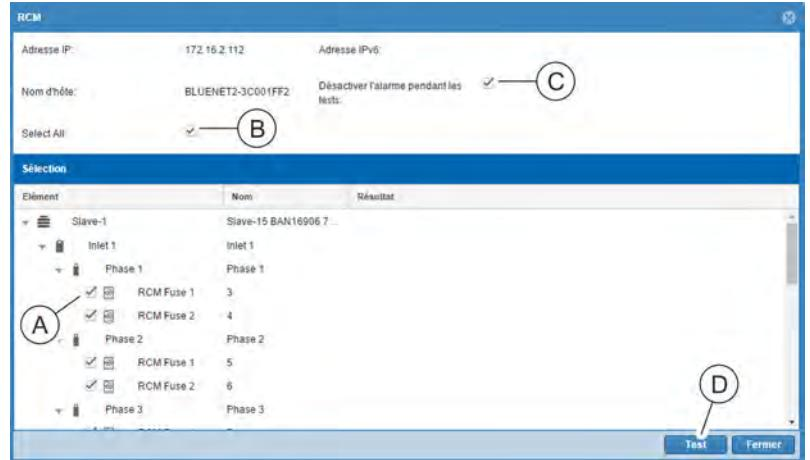

Fig. 107 : Fenêtre « RCM »
3. ➔ Sélectionner les différents RCM à tester (Fig. 107 /Ⓐ).
Il est également possible de sélectionner tous les RMC à tester en cochant la case « Select All » (Fig. 107 /Ⓑ).
4. ➔ Si nécessaire, décocher la case « Désactiver l'alarme pendant les tests » (Fig. 107 /Ⓒ) afin d'activer le déclenchement de chaînes de signaux pendant le test.
5. ➔ Appuyer sur le bouton « Test » (Fig. 107 /Ⓓ) dans la fenêtre « RCM ».